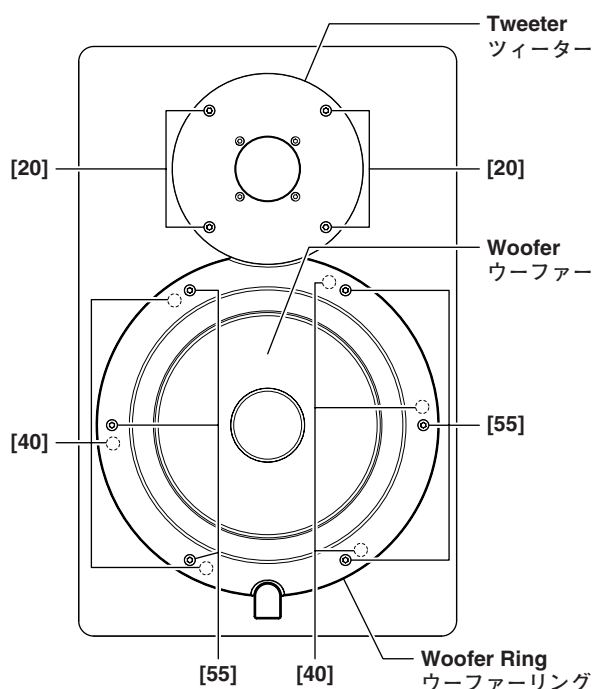

Fig. 1 (図 1)
- 1-1 Remove the six (6) screws marked [55]. The woofer ring can then be removed. (Fig. 1)
- 1-2 Remove the six (6) screws marked [40]. The woofer can then be removed. (Fig. 1)
Remove the four (4) screws marked [20]. The tweeter can then be removed. (Fig. 1)
- 1-1 [55]の六角孔付きボルトを6本外し、ウーファーリングを外します。(図1)
- 1-2 [40]のネジを6本外し、ウーファーを外します。(図1)
[20]の六角孔付きボルトを4本外し、ツィーターを外します。(図1)